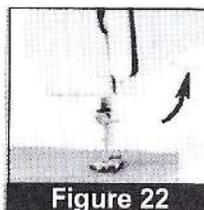

Figure 22
2. Levante el pie de presser. Coloque el tejido debajo del pie de presser en lugar exacto donde usted quiere empezar la costura. (Figure 22)